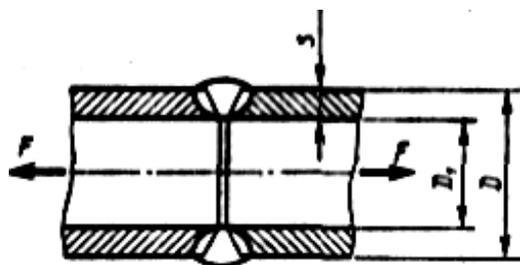

Рисунок 23. (к задаче 92)
**Задача 92.** Определить допускаемое значение осевой растягивающей силы  $[F]$  сварного стыкового соединения двух труб с наружным диаметром  $D$  и толщиной стенок  $s$  (рис.23). Материал труб — сталь Ст3 с допускаемым напряжением  $[\sigma_p] = 160 \text{ Н/мм}^2$ . Шов выполняется ручной дуговой сваркой электродами Э42. Данные своего варианта для стальных труб по ГОСТ 3262—75 принять по табл.37.